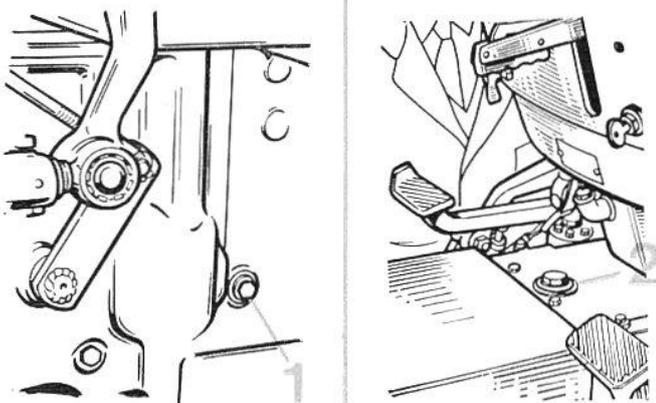

FIG. 68
Vidanger la boîte de vitesses par le bouchon (3) en ouvrant le bouchon de niveau (1) fig. 68 pour favoriser l'écoulement.
Faire le plein de la boîte de vitesses par le bouchon (2) fig. 68 à l'aide de 17 litres d'huile **FIAT AMBRA 20 W-40** ou **MOBILAND UNIVERSAL 20 W-40**.